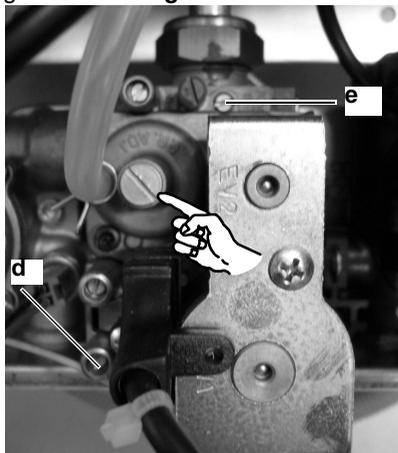

Figura 7.4 Valvola gas
2 A caldaia spenta (fuori servizio), controllare la pressione di alimentazione utilizzando la presa in **Figura 7.4** e confrontare il valore letto con quelli riportati nella tabella *Pressioni di alimentazione gas* nella sez. *Dati tecnici*.
3 **Richiudere bene la presa di pressione** d in **Figura 7.4**
tappo in ottone e agire sulla vite a brugola \varnothing 4 mm **Figura 7.4**
- 17 Se i due dati non coincidono agire sulla vite regolazione massimo **RQ** (e in **Figura 7.4**) della valvola gas e tarare il **CO₂** allo stesso valore riportato nella tabella nella sez. **Dati tecnici**.